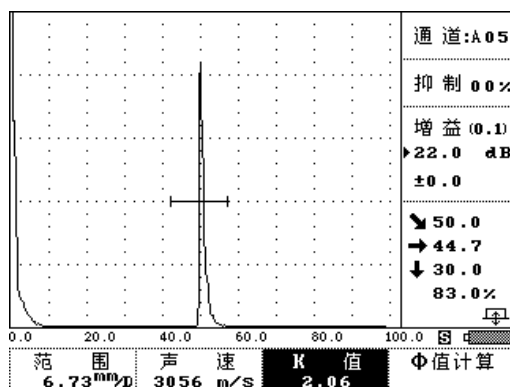

图 3-5-5
- ③ 按 \leftarrow \rightarrow 键或左右转动旋钮来调节 K 值或探头角度。同时观察数据显示区的垂直距离显示。当垂直距离为 30mm 时, 此时的 K 值或角度就是此斜探头的 K 值或探头角度。如图 3-5-5 所示。